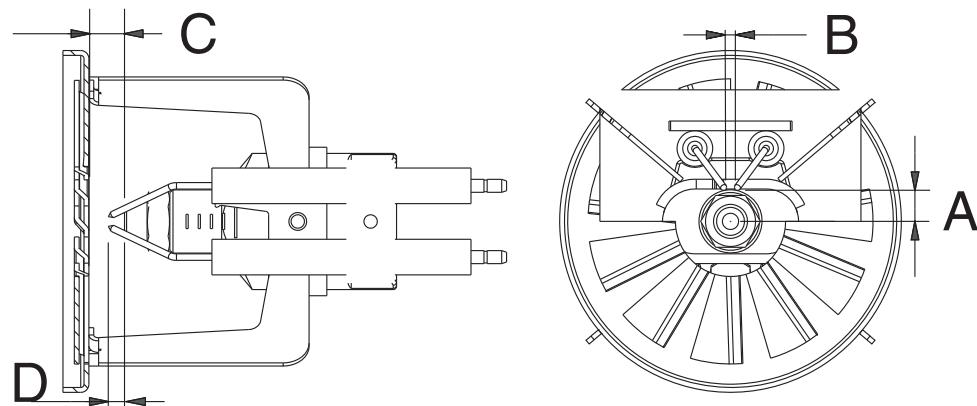
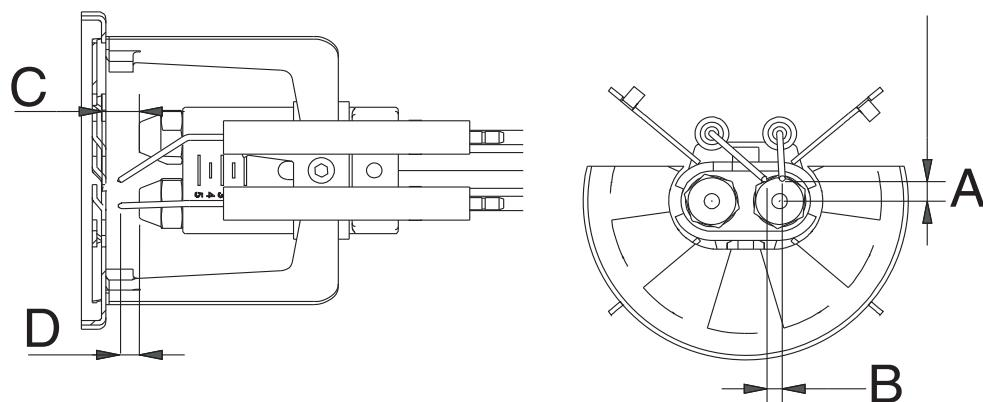

Fig. 34
Fig. 35
- Desmontaje, examen y limpieza cabeza de combustión (pag. 20), durante el montaje respetar escrupulosamente las tolerancia explicadas en Fig. 34 - Fig. 35.
A fin de garantizar un buen encendimiento es necesario respetar las medidas (en mm) reportadas en las Fig. 35 - Fig. 34.